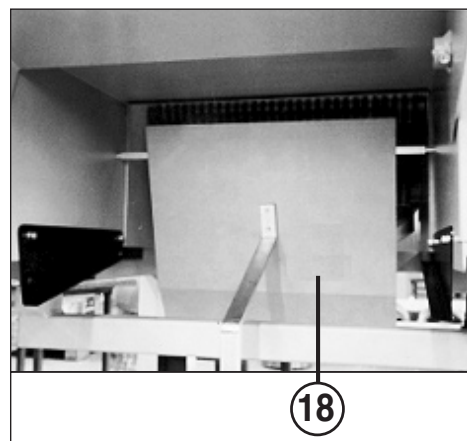

Fig. 3
- ¿puede moverse libremente la **chapaleta de mando (18)** (fig. 3) para la indicación "de recipiente recogedor lleno"?